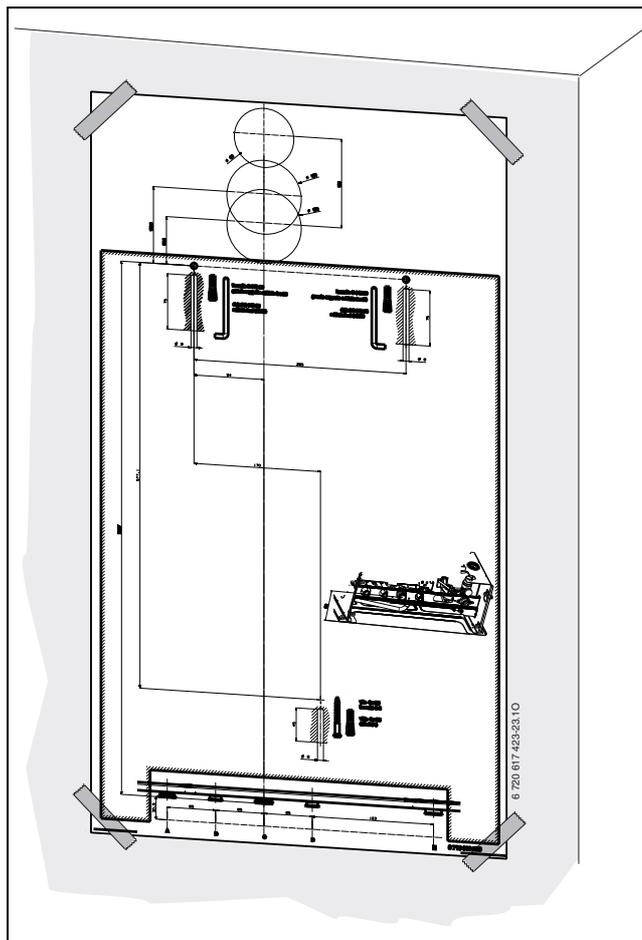

Fig. 10 Fissaggio a muro della dima di montaggio.
- Fissare la dima di montaggio a corredo (carta) al punto desiderato della parete. Osservare le distanze minime e le indicazioni riportate sullo stampato (→ fig. 10).